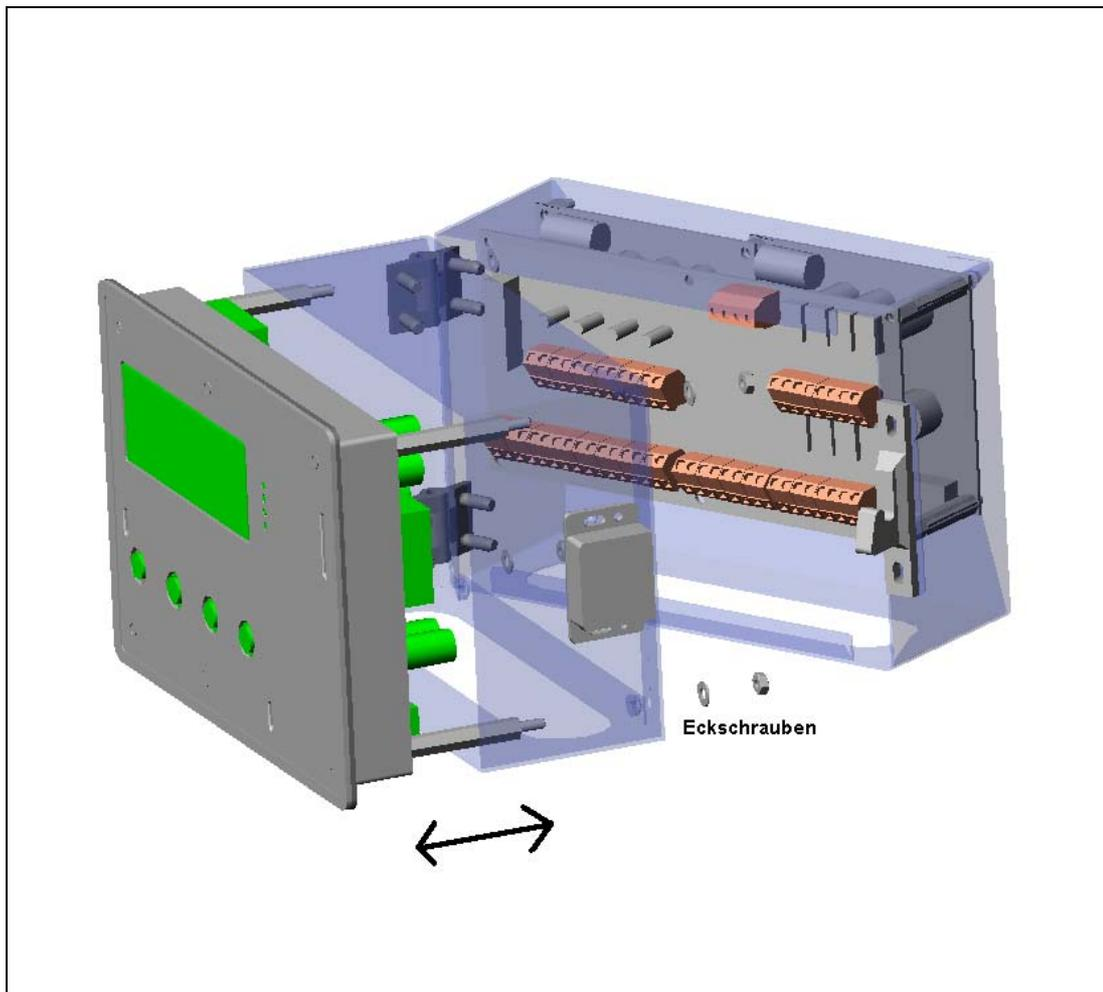

Bild 6B: Montage BKS601C.S
1. Lösen aller vier Eckschrauben (siehe Bild 6B)